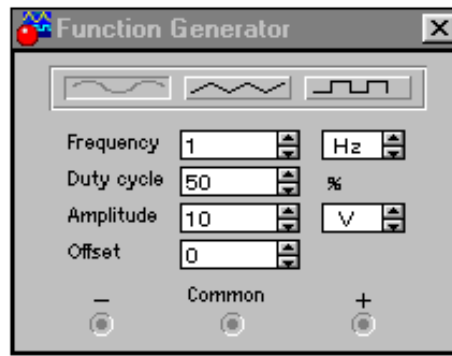

Рис. 22. Передняя панель генератора
**Генератор.** Передняя панель генератора показана на рис. 22. Управление генератором осуществляется следующими органами управления: